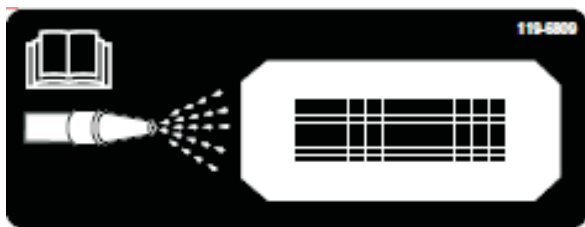
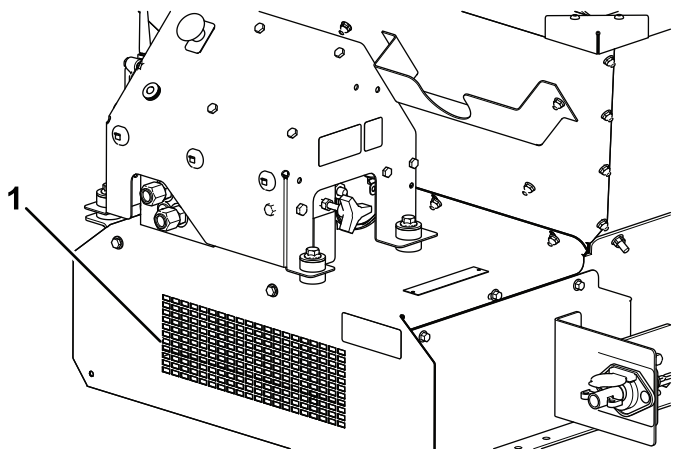

Figura 61
Figura 62
11. Individuate sulla parte frontale della macchina l'adesivo di pulizia (Figura 61) e con un tubo da giardino spruzzate acqua attraverso la grata di protezione anteriore fino a quando la vaschetta risulta completamente pulita (Figura 62).